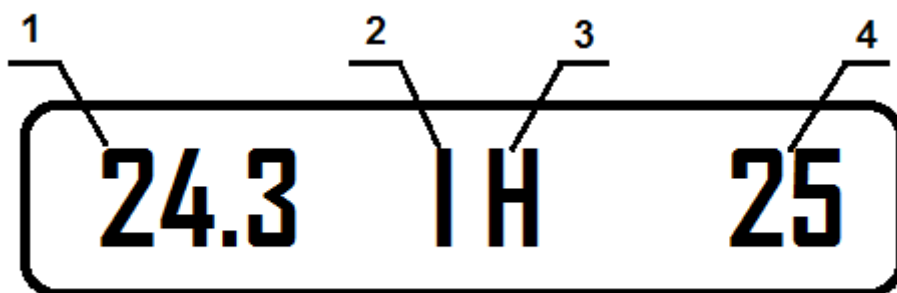
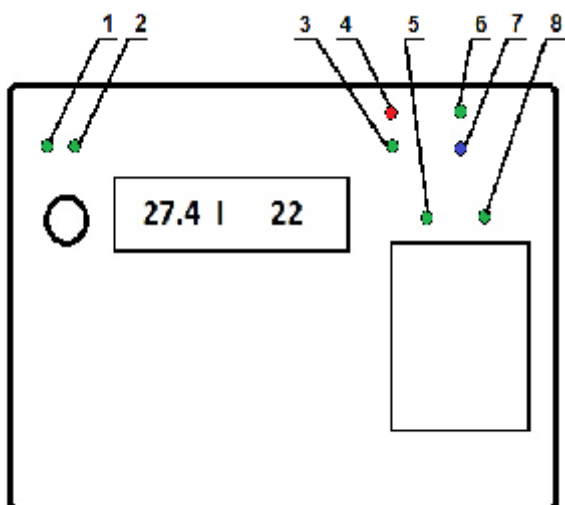

Рис.2. Расположение элементов индикатора.
Рис.3. Расположение светодиодных индикаторов.
Расположение элементов индикатора показано на Рис. 2.
4.2 Принцип действия Модуля основан на выдаче сигнала на запрет включения (блокирование) обогрева, если фактическая температура в помещении выше заданной. При уменьшении температуры воздуха меньше заданной на величину 0,5 градуса, включается индикация 3 Рис.2 «Н», а блокировка обогрева снимается.
5.4 Включите внешнее устройство. Если соединение осуществлено верно, то на индикаторе после загрузки программы появится текущая информация Рис.2. и загорятся светодиоды Рис. 3. При зеленом свете светодиода 3 SIM-карта готова к работе. Для увеличения емкости аккумулятора рекомендуется провести 3-4 полных цикла заряда-разряда аккумулятора. Зарядку можно также производить зарядным устройством через разъем мини-USB на верхней панели Модуля. При запуске "Комфорт GSM" заряд аккумулятора должен быть не менее 70 %. Уровень заряда аккумулятора можно проверить в п.5 меню Модуля.